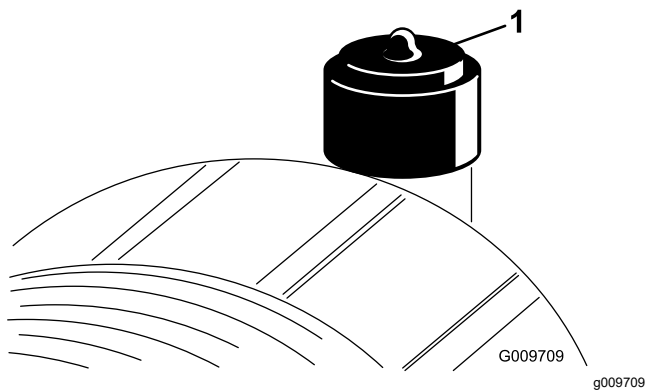

图 55
仅在限制指示灯图 55 要求时才维修空气滤清器滤芯。如果是在必须更换之前才更换空气滤清器滤芯会增加灰尘在滤芯拆下时进入发动机的几率。
2. 如果指示灯显示为红色请重置限制指示灯图 55。